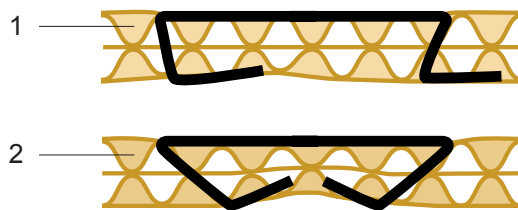

Fig. 10
Jede Heftzange wird vor der Auslieferung sorgfältig geprüft. Durch grobe Behandlung während des Betriebs kann es sein, dass der Amboss neu angepasst werden muss. Eine unkorrekte Heftung (Fig. 10/1) kann dadurch auftreten.
- Eine Test-Heftung in einem Stück Karton anbringen. Wenn der Amboss richtig eingestellt ist, muss die Heftung aussehen wie in Fig. 10/2.